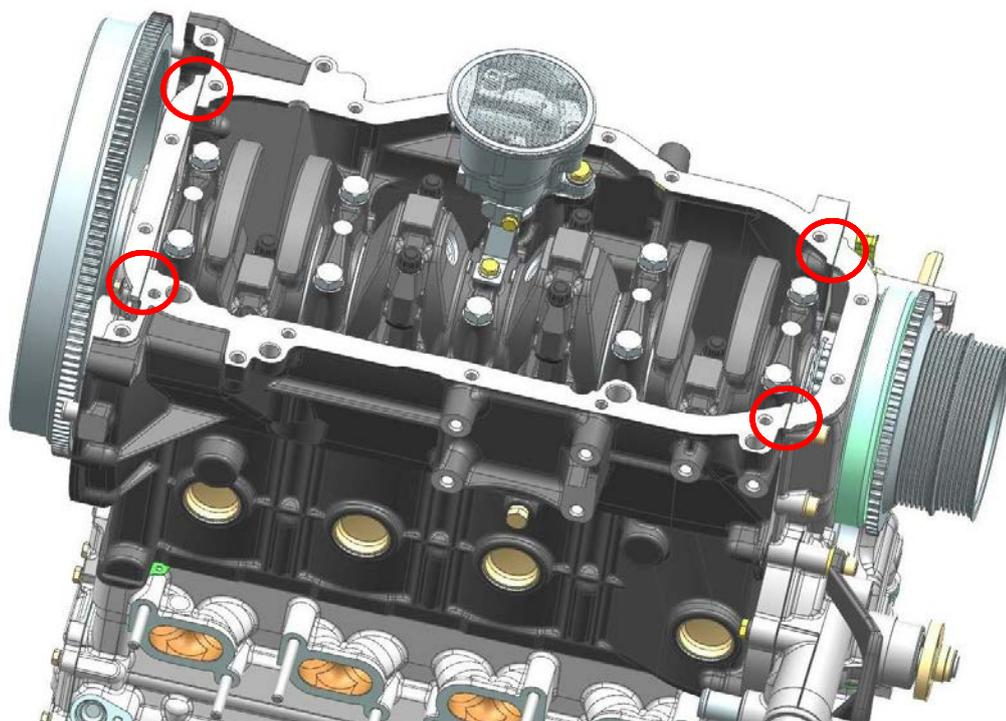

Рис.158. Места среза прокладок
**14.** Срезать выступающие над плоскостью блока, крышки цепи и сальникодержателя выступающие концы прокладок крышки цепи и прокладки сальникодержателя (рис.158).